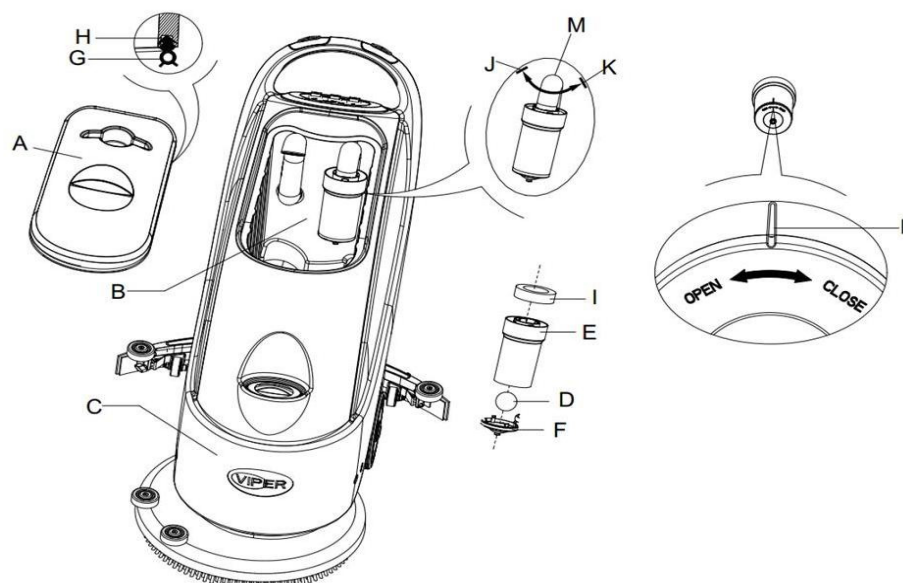

Figura 11
2. Pressione o interruptor de energia (38) para a posição "O" para desligar a máquina.
3. Abra a tampa do tanque de recuperação (A, Figura 11), e retire o dispositivo de flutuação (36) do tanque de recuperação.
4. Utilize água pura para limpar a tampa (A), o tanque de recuperação (B e C), e o encaixe de suporte do filtro de flutuação (E). Drene toda a água do tanque através do tubo de recuperação (15).
5. Se necessário, seguindo os símbolos "Abrir" e "Fechar" como mostrado na Figura 11, abra a tampa inferior (F) do filtro de flutuação e limpe o objecto flutuante (D), o encaixe de suporte de filtro de flutuação (E), e a esponja do filtro (I). Após a limpeza, fixe o objecto de flutuação ao encaixe de suporte de filtro de flutuação (E), e alinhe a ranhura (L) da tampa inferior (F) do filtro de flutuação com a ranhura (L) encaixe de suporte de filtro de flutuação (E). Aperte bem a tampa inferior (F) do filtro de flutuação, e fixe a esponja do filtro (I) no encaixe de suporte de filtro de flutuação (E), e de seguida no tubo de vácuo (M).
6. Verifique a solidez do anel de selagem (G) da tampa do tanque de água.
Se necessário, a fita de selagem do tanque de água (G) pode ser retirada da ranhura (H) e substituída. Quando montar uma fita de selagem para o tanque de água, como mostrado na **Figura 11** abaixo, instale o conector na secção do meio da parte traseira.
7. Verifique se a superfície receptora da fita de selagem (G) está intacta e sela adequadamente.
8. Feche a tampa do tanque de recuperação (A).